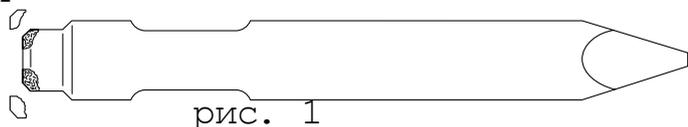

рис. 1
■ **Поломка на хвостовике и в области крепления пальцев инструмента. (рис. 1 и 2)**